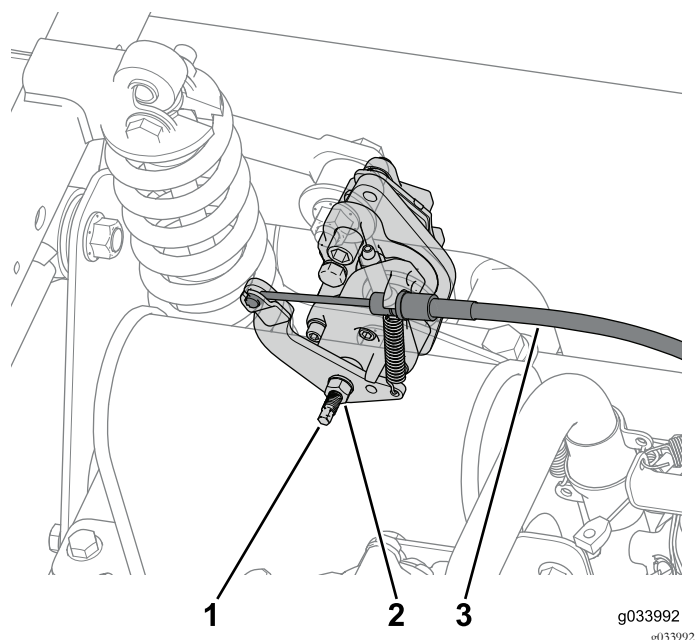

Figure 8
1. Desserrez l'écrou de blocage puis tournez la vis de réglage de 2 tours dans le sens antihoraire sur les deux étriers de freins arrière (Figure 8).
2. Détachez le câble de frein de stationnement des deux étriers de freins arrière (Figure 8).